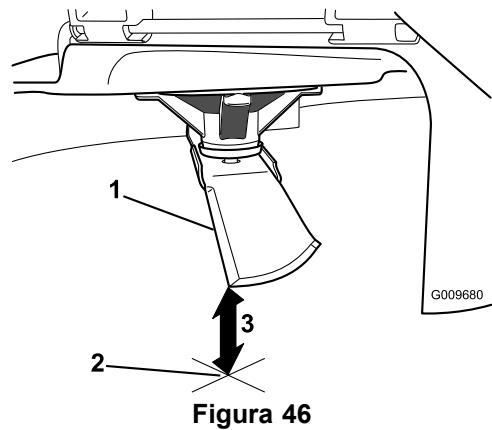

**Figura 45**
- Distanza misurata tra la lama e la superficie (A)
- Ruotate la stessa lama di 180 gradi in modo che il tagliente opposto si trovi ora nella stessa posizione (Figura 45).